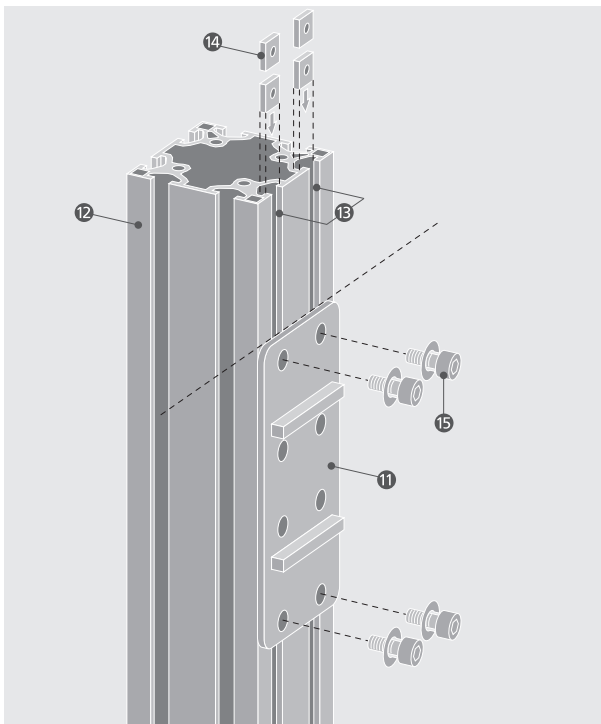

Abbildung 5.10.4
Zylinderkopfschrauben (15) mit Unterlegscheiben verwenden; Anzugsdrehmoment 8,5 Nm. (Abb. 5.10.4)